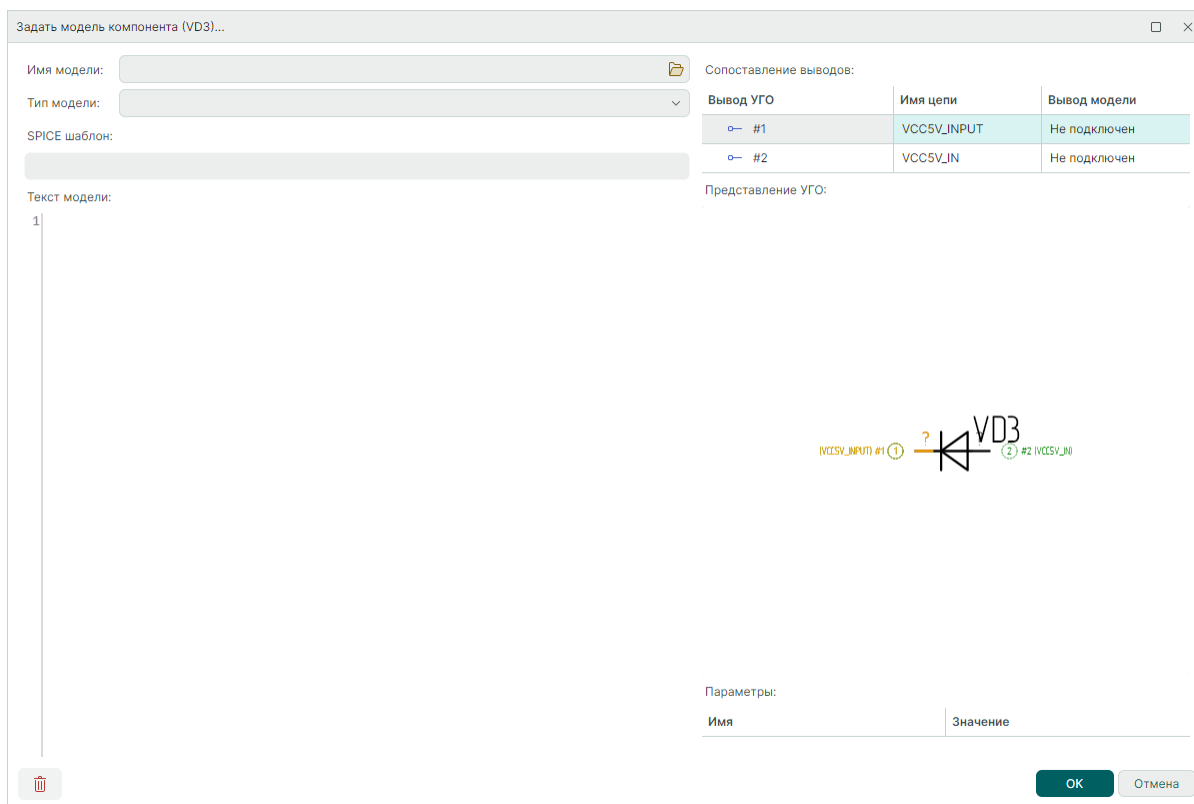

Рис. 28 Окно «Задать модель компонента»
2. Для добавления SPICE-модели к компоненту активируется окно «Задать модель компонента», см. Рис. 28.